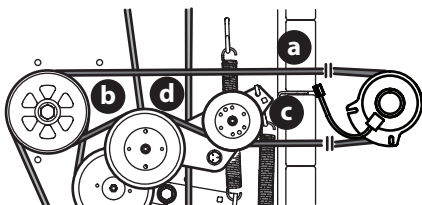

Fig. 52
- Retirez la courroie de PDF (a) du plateau de coupe en suivant les instructions du chapitre Retrait du plateau de coupe puis retirez-le d'autour de l'embrayage de la prise de force (Fig. 52).
- Acheminement de la courroie de PDF (a) (Fig. 52).
- Après avoir acheminé la courroie autour de la poulie de PDF (b), utilisez une clé de 1/2 po dans le support de la poulie de tension (c) et tournez vers la droite de la tondeuse pour terminer l'acheminement de la courroie autour de la poulie de tension (d) (Fig. 52).